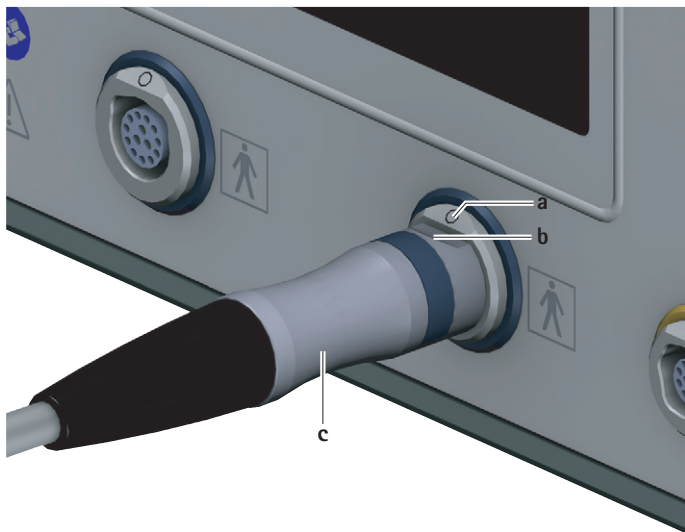

Fig. 3 Anslut motorkabeln
- Rikta styrenhetens kontakt **c** på motorkabeln så att markeringen **b** på kontakten stämmer överens med markeringen **a** på användningsdelarnas anslutningsuttag **7**, se Fig. 3.
- Dra ut motorkabeln på kontakten för styrenheten **c** från anslutningsuttaket för användningsdelarna **7**, se Fig. 3.